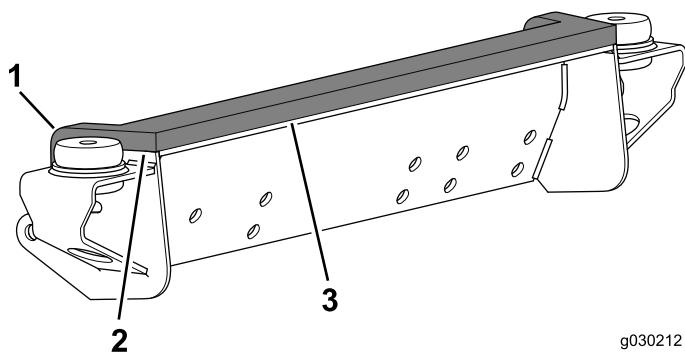

図 9
1. マウントにシールを貼り付ける。前マウントの前エッジと両サイドのエッジと面一になるように取り付ける 図 9。
2. 両サイドのタブをマウントの後部に折りたたむ 図 9。